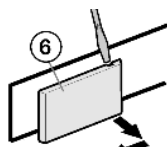

Рис. 6
- ▶ Отвинтите защитную крышку со стороны ручки Рис. 6 (6) с помощью отвертки и снимите, потянув наружу.